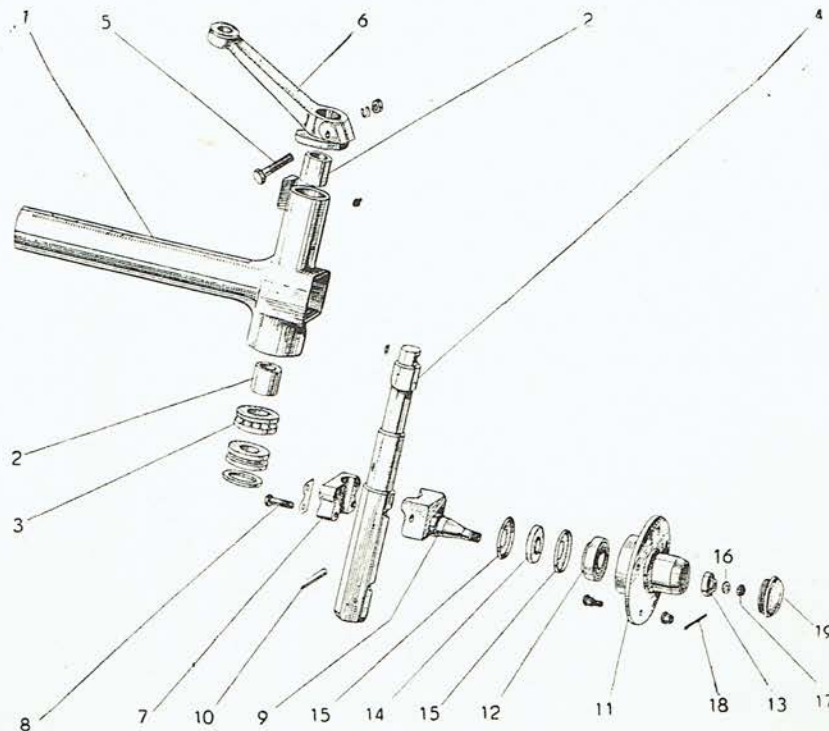

Abb. 64
Im Ansatzstück der Vorderachse (Abb. 64) ist in zwei Buchsen (2) und auf dem Axiallager (3) der Achsschenkelbolzen (4) gelagert, auf dem oben der Lenkhebel (6) mittels einer Schraube (5) befestigt ist. Mit Hilfe eines Bügels (7) wird der Drehbolzen (9) mit Schrauben (8) am Achsschenkelbolzen festgehalten. Der Stift (10) fällt in die Nut im Achsschenkelbolzen ein und bestimmt dadurch die Höhenlage für Ackern